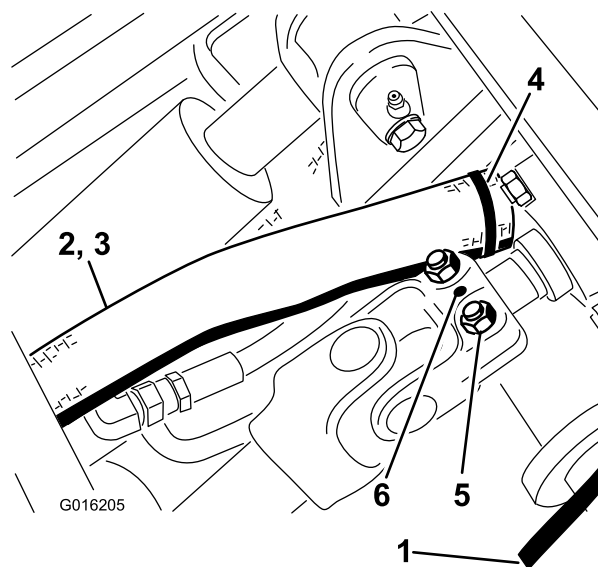

Figura 47
10. Instale el pasador cilíndrico (Figura 47).